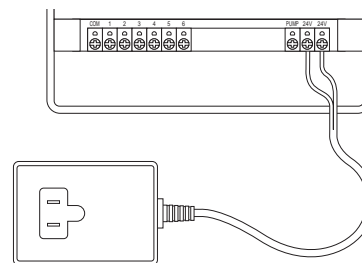

FIGURE 17 : Raccordement du transformateur
- Il peut être nécessaire d'ouvrir la borne pour introduire ou retirer le fil. Pour ce faire, il suffit de repousser vers le haut la patte située au-dessus de la borne [voir la figure 17].